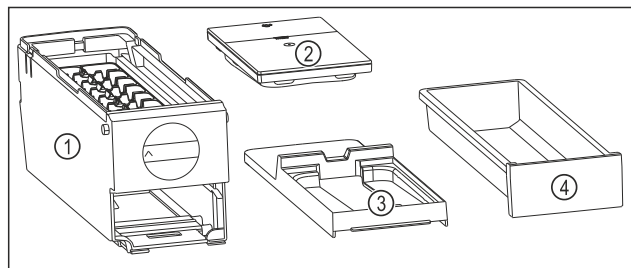

Fig. 114 Sastavni dijelovi sustava EasyTwist-Ice
- ▶ EasyTwist-Ice je rastavljen u četiri dijela. (pogledajte Fig. 114)
- Sustav EasyTwist-Ice rastavite samo u dijelove prikazane slikom. (pogledajte Fig. 114)
- Tijelo sustava EasyTwist-Ice Fig. 114 (1) čistite kao cjelinu.